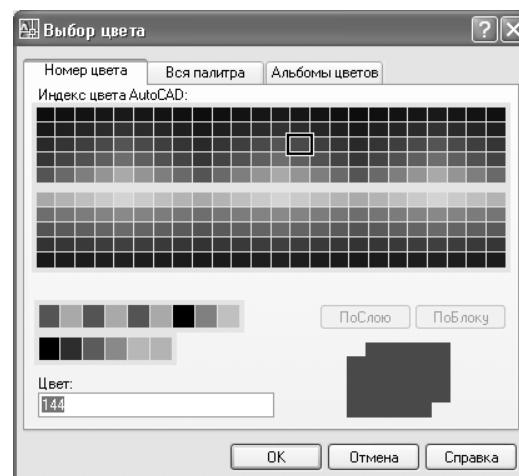

Рис. 6.6 ▼ Диалоговое окно **Выбор цвета** (Select Color)
- Щелкните на квадратике цвета в строке, соответствующей слою **Высота 758**. В появившемся диалоговом окне **Выбор цвета** (Select Color) введите в строке **Цвет** (Color) значение **144** (темно-зеленый цвет), после чего щелкните на кнопке **OK** (рис. 6.6).